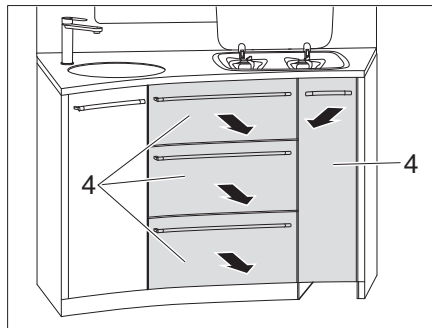

Fig. 122 Retirer le tiroir de cuisine
- Retirer le tiroir de cuisine (Fig. 122,4).